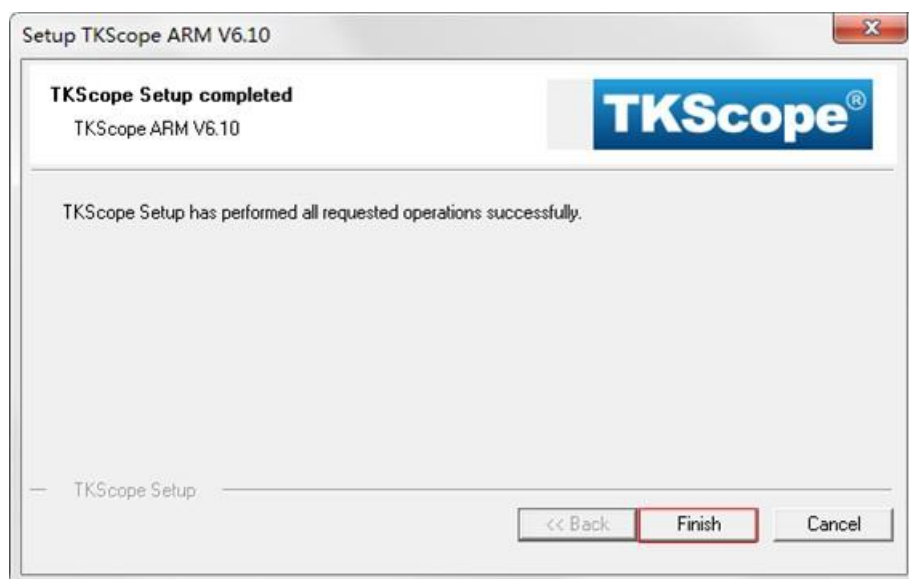

图 2.40 TKScope ARM 安装完成
(7) 安装完成后, 点击 **【Finish】** 结束安装, 如图 2.40 所示。